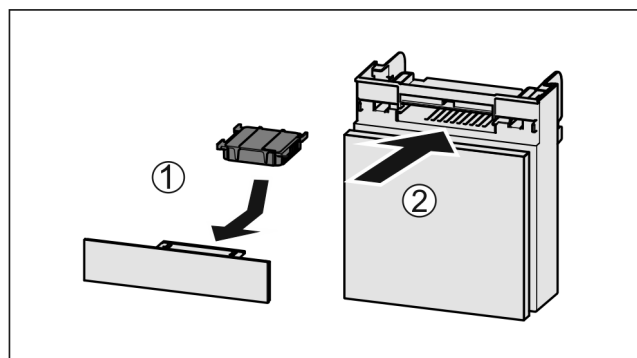

Fig. 163
- ▶ Umetnite filter s aktivnim ugljenom kao što je prikazano na slici Fig. 163 (1).
- ▶ Umetnite pretinac Fig. 163 (2).